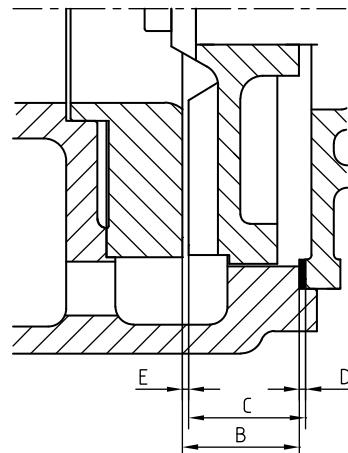

Рисунок 13: Измерение зазора между крыльчаткой и износной пластиной.
- 3 Измерьте расстояние В между износной пластиной и корпусом насоса, см. рисунок 13.
- 4 Измерьте расстояние С между крыльчаткой и промежуточной крышкой, см. рисунок 13.